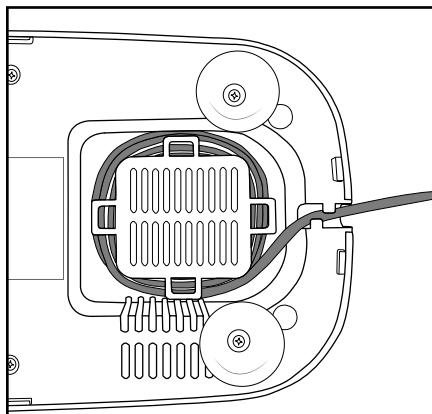

Fig. 3 : Enroulement du cordon
- Enroulez le cordon d'alimentation **4** autour du dispositif d'enroulement sur le dessous de l'appareil (fig. 3) :